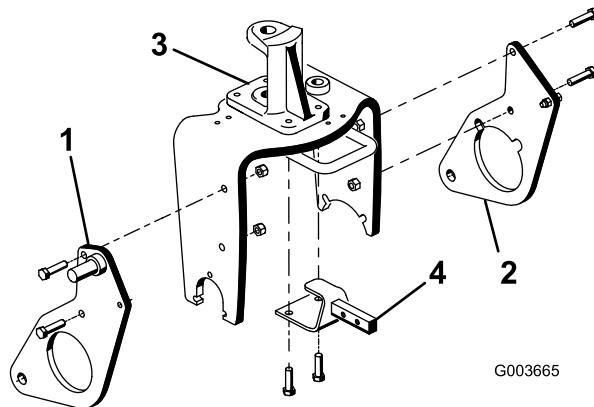

Figure 12
- Fixez légèrement la plaque de fixation droite sur le côté droit de la fourche de roue pivotante à l'aide de 2 boulons ($\frac{1}{2}$ " x 2") et contre-écrous, comme montré à la Figure 12.
- Répétez la procédure pour la plaque de support gauche (Figure 12).
- Retirez et mettez au rebut les 2 boulons qui fixent l'avant du pivot de direction au sommet de la fourche de roue pivotante (Figure 12).
- En vous aidant des trous de montage de la fourche de roue pivotante et du pivot de direction, fixez le support du cadre d'attelage à la face inférieure de la fourche à l'aide de 2 boulons ($\frac{1}{2}$ " x $1\frac{3}{4}$ ") ; voir (Figure 12).